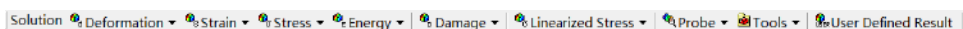

图 6-4 求解结果设置工具栏
- 1) 求解结果设置工具栏，是选取和设置求解结果最重要的途径，如图 6-4 所示。